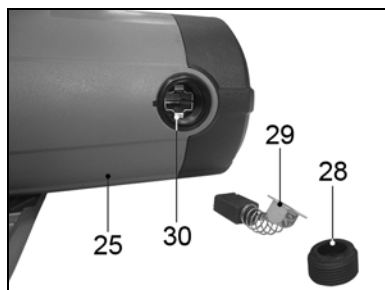

Рис. 9.
9.2. Замена щеток на пиле модели ПДЭ-1500/67Э (Рис. 9)